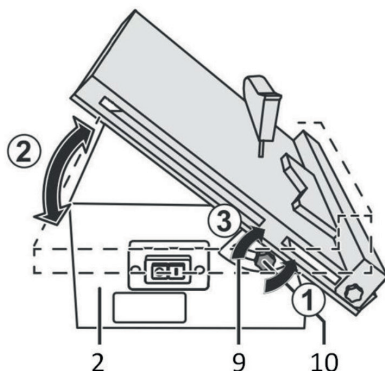

Рис. 5
1. Ослабьте фиксатор угла наклона рабочего стола (10) (Рис. 5).
2. Наклоните рабочий стол на требуемый угол относительно корпуса (2), ориентируясь на показания шкалы наклона (9).
3. Зафиксируйте угол наклона рабочего стола с помощью фиксатора (10). Проверьте фиксацию рабочего стола.